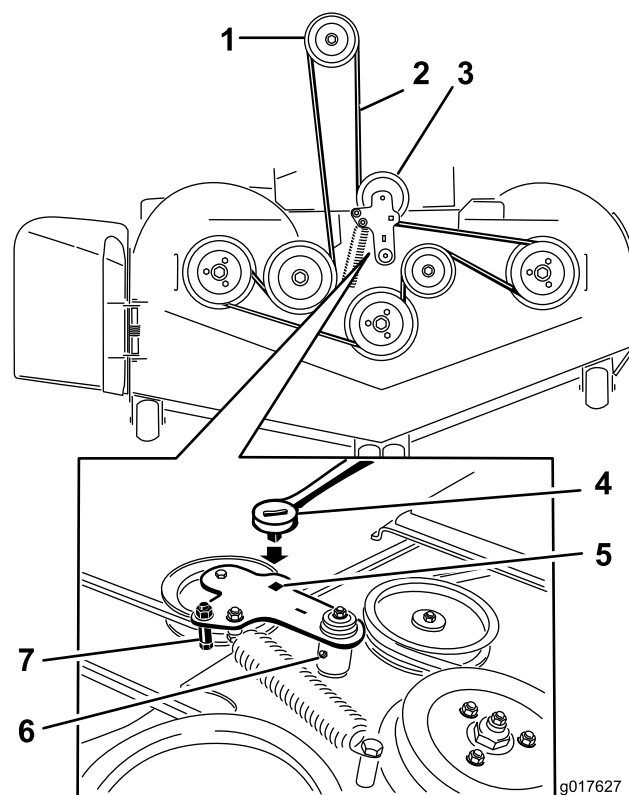

Figure 57
5. Insérez un rochet dans le trou carré du bras de tension pour détendre le ressort de la poulie de tension (Figure 57).
7. Enlevez le guide-courroie situé sur le bras de la poulie de tension rappelé par ressort (Figure 57).
9. Acheminez la courroie neuve autour des poulies du tablier de coupe et de la poulie d'embrayage, sous le moteur (Figure 57).
10. Montez le guide-courroie sur le bras de la poulie de tension (Figure 57).
11. Insérez le rochet dans le trou carré et montez le ressort de la poulie de tension (Figure 57).